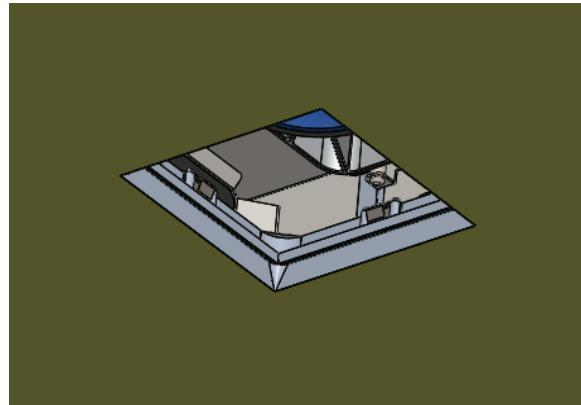

fig. 15
2. Appliquez une mince couche de composé à joint sur le bord de l'ouverture du cadre. Pour de meilleurs résultats, talochez entièrement le plafond (voir la fig. 15).